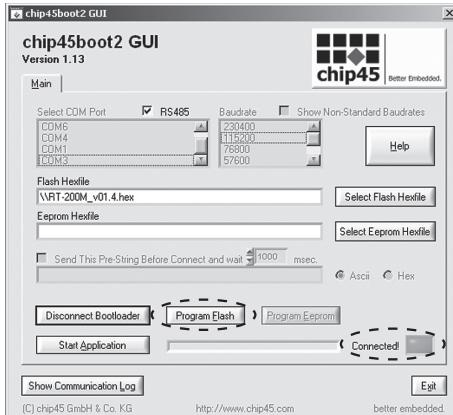

Рис. 28.
10. Проверить «соединение» программы с регулятором, сообщение – «**Connected**» + «зеленый индикатор», Рис. 28;